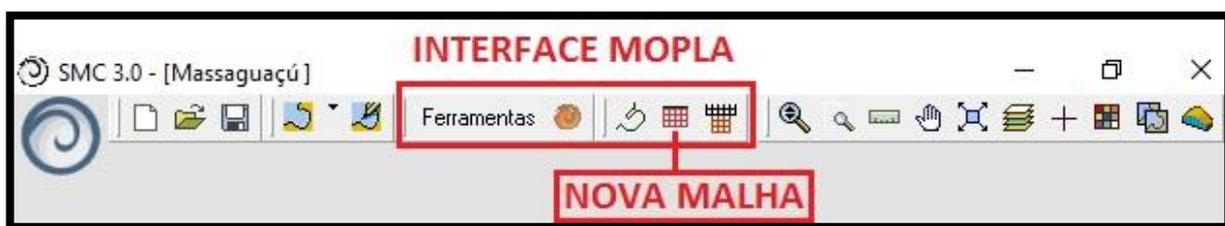

Figura 27 – Criar uma nova malha na interface do MOPLA.
- 33) Para criar uma malha, na barra de ferramentas, clicar no botão “Nova Malha” () (Figura 27):